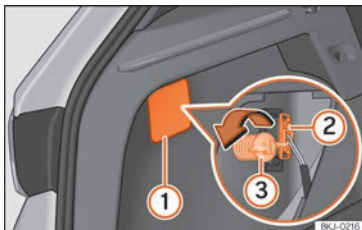
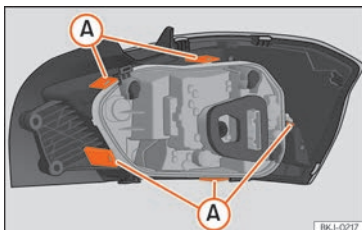

Fig. 58 Coffre à bagages : accès à la vis de fixation du feu arrière.
Fig. 59 Languettes de fixation au dos du feu arrière.
» » **fig. 58 ①**.
– Retirez le connecteur **②** de l'ampoule.
– Dévissez à la main ou à l'aide d'un tournevis la vis de fixation du feu **③**.
– Déposez le porte-ampoule en déverrouillant les languettes de fixation » » **fig. 59 A**.